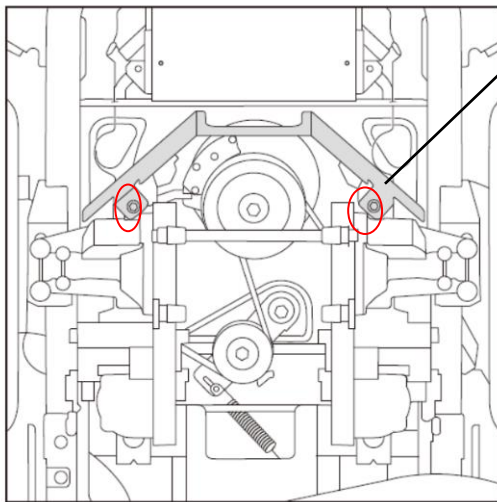

Fig.27A
4. Skruva loss två muttrar för att ta bort säkringsstången. (Fig. 27A)